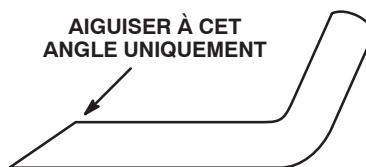

Figure 65
3. Examinez les tranchants de toutes les lames et aiguissez-les s'ils sont émoussés ou ébréchés. Pour que les lames soient bien coupantes, aiguisez uniquement la partie supérieure du tranchant en conservant l'angle de coupe d'origine (Fig. 65). Limez la même quantité de métal sur chacun des deux tranchants pour ne pas déséquilibrer la lame.